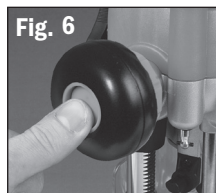

Fig. 6
1. Le regolazioni di profondità con affondo libero si possono eseguire premendo il pulsante di selezione della modalità di affondo. Premerlo dentro la maniglia fino a quando si blocca all'interno **Fig. 6**.